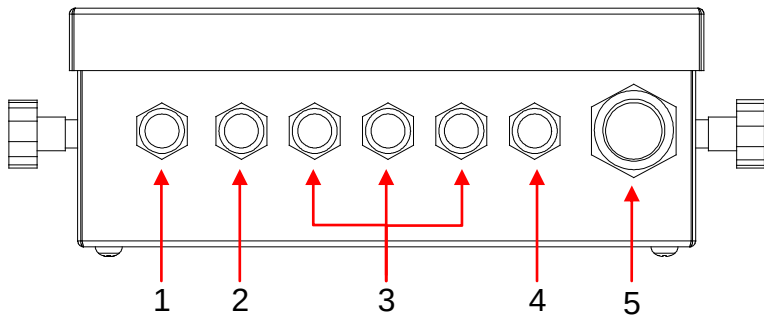
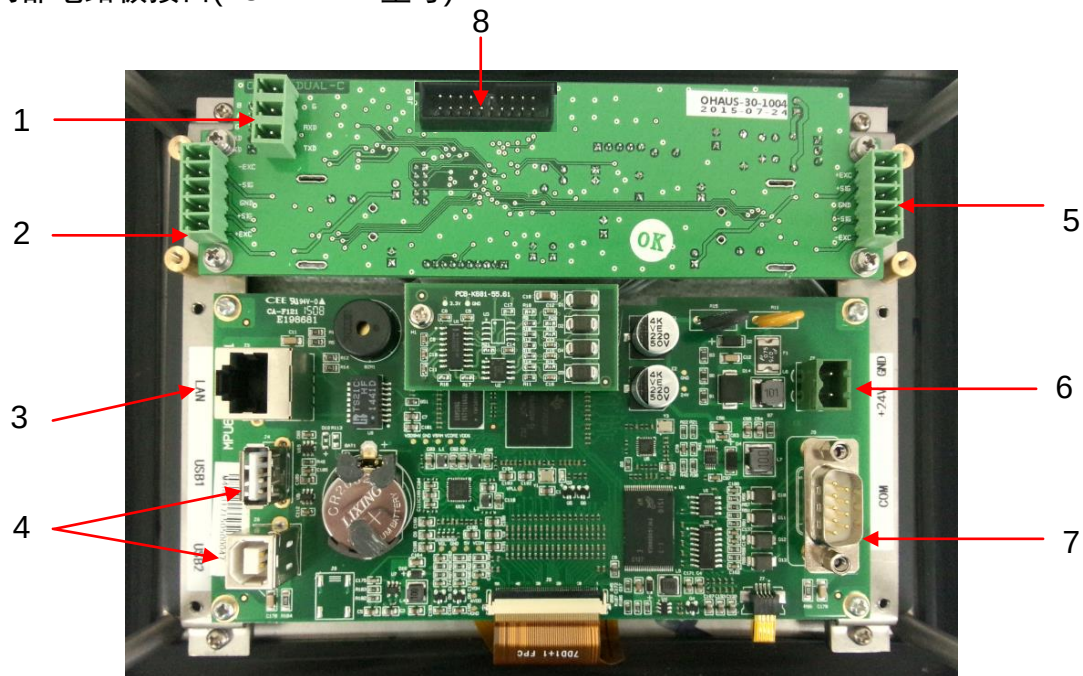

Figure 2-4 T81XWZH 称重仪表
Figure 2-5 仪表内部接口
将电源适配器一端线束穿过电源线束孔 (Figure 2-4, item1), 然后线束与附件袋里面的电源端子 (注意正负极) 接好, 最后连接到电子称重仪表的电源插口上 (Figure 2-5, item 5)。
将传感器线束穿入传感器线束孔 (Figure 2-4, item 2 或 4), 然后将线束连接到传感器接线端子 (Figure 2-5, item 2 或 5)。重新旋紧传感器线束孔尼龙接头以保持密封。
将相关线束穿入 仪表端 线束孔 (Figure 2-4, item 5), 然后将线束连接到接线端子 (Figure 2-5, item 1,4,3), 重新旋紧线束孔尼龙接头以保持密封。